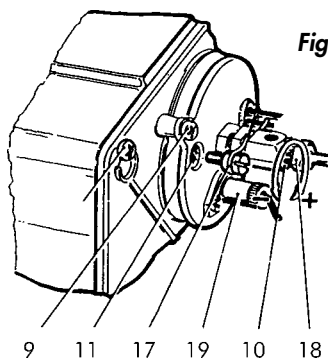

Fig. 8
- Efectúe el rearme mediante el botón (20).
- Regule la llama regulando el aire con el tornillo (13) y con la tuerca (12), y moviendo hacia adelante o hacia detrás el soporte de las boquillas (10); efectúe esta última regulación con el tornillo (17).
- Le aconsejamos que mueva hacia adelante el soporte de las boquillas "+" para caudales elevados o próximos al caudal máximo y que lo mueva hacia detrás "-" para caudales reducidos (véase la fig. 8).